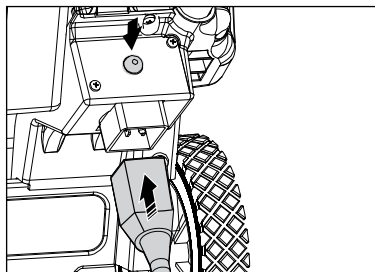

Рис. 14
9. При использовании электростартера (арт. 97649) подключите сетевой удлинитель, предназначенный для питания садового электроинструмента и рассчитанный на напряжение 230 В, к штепсельной вилке стартера (рис. 14).
10. Нажмите кнопку электростартера (рис. 14) и удерживайте ее в течение 3-5 секунд. Произойдет прокручивание вала двигателя и его запуск. Как только двигатель запустился, немедленно отпустите кнопку включения электростартера и отсоедините электрический удлинитель от штепсельной вилки снегоуборщика. Если двигатель не запустился, сделайте перерыв в течение 15-20 секунд и повторите попытку.